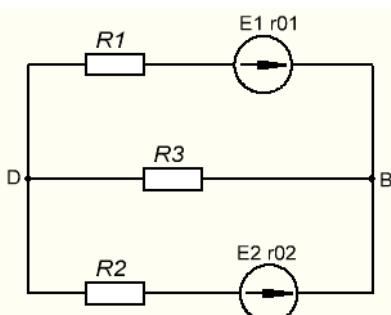
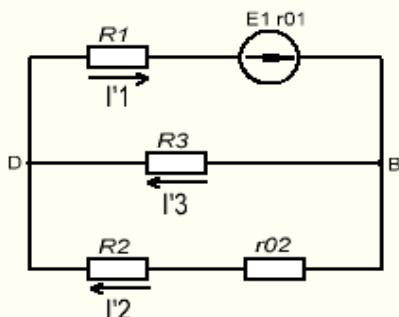
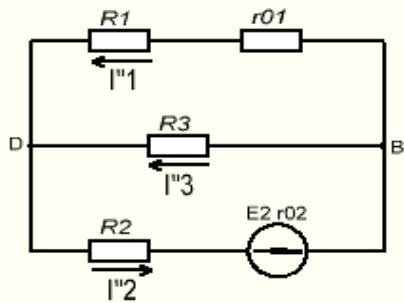

Рисунок 1
Рисунок 2
Рисунок 3
Определить токи во всех ветвях цепи (рис. 1). Указанные величины E_1 , E_2 , R_{01} , R_{02} , R_1 , R_2 , R_3 , R_4 , R_5 , в зависимости от варианта, даны в табл.1. Расчет произвести методом узловых потенциалов. Схема и порядок расчета согласно приведенного примера.
Рассмотрим метод наложения на примере данной схемы рисунок 1.
1. Предположим, что в цепи действует только E_1 (рисунок 2). Укажем на этой схеме направление частичных токов создаваемых источником E_1 (токи обозначим с одним штрихом $I'1$; $I'2$; $I'3$). *Обратите внимание, если у источника (E_1 ; E_2) есть внутреннее сопротивление (r_{01} ; r_{02}), то при исключении данного источника его внутреннее сопротивление остается в схеме.*
4. Мы нашли все частичные токи в первой схеме (рисунок 2).
1. Рассмотрим вторую схему без Е1, но с Е2 (рисунок 3). Укажем на этой схеме направление частичных токов создаваемых источником Е2 (токи обозначим с двумя штрихами I''1; I''2; I''3)
4. Мы нашли все частичные токи для второй схемы (рисунок 3).
5. Найдем действующие (истинные) токи в изначальной схеме (рисунок 1) путем алгебраического сложения частичных токов первой (рисунок 2) и второй (рисунок 3) схемы. Для этого смотрим, как направлены токи в одинаковых ветвях на рисунке 2 и 3. Если токи направлены в одном направлении, то тогда они складываются, а если токи направлены в разные стороны, тогда вычитаем.